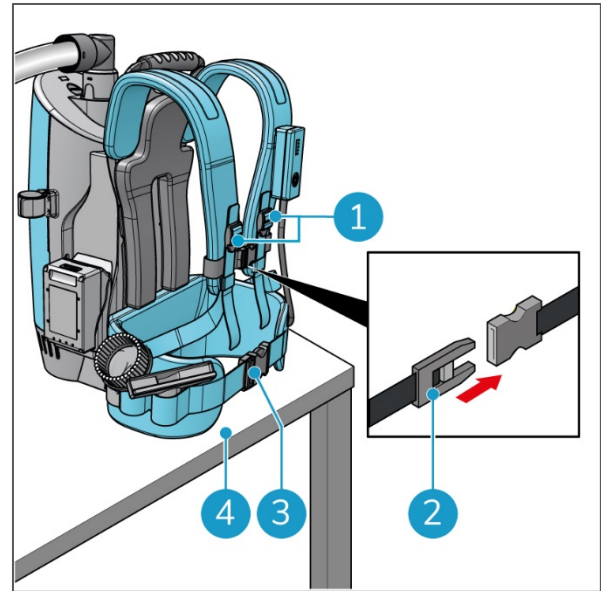

Abbildung 18
7. Stellen Sie den i-move® 2.5B auf einen Tisch oder eine vergleichbare Fläche (Abbildung 18, Pos. 4).
8. Öffnen Sie den Hüftgurt (Abbildung 18, Pos. 3).
9. Lösen Sie die vordere Schnalle (Abbildung 18, Pos. 2).
10. Lösen Sie die 2 Schnallen (Abbildung 18, Pos. 1).
7. Stellen Sie den i-move 2.5B auf einen Tisch oder eine vergleichbare Fläche (Abbildung 18, Pos. 4).